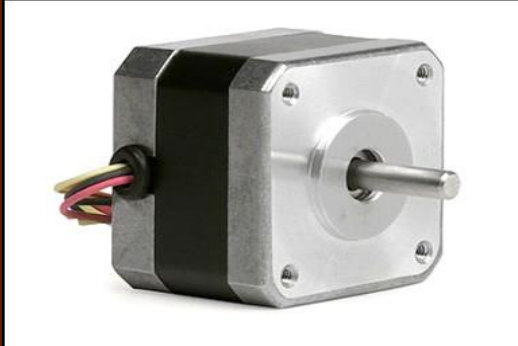

Fig.17
- Le moteur pas à pas (Fig.17) permet de transformer une impulsion électrique en une énergie mécanique permettant le déplacement angulaire du rotor, appelé « pas » (angle de rotation minimal entre 2 modifications de ces impulsions).